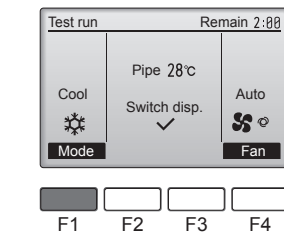

Fig. 8-3
- 1 Nacisnąć przycisk [F1], aby zmienić tryb pracy. (Fig. 8-3)